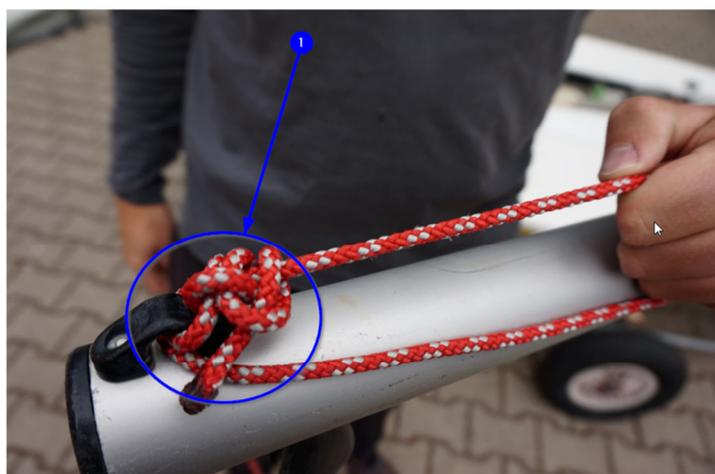

Abb. 19 – Unterliekstrecker hinter dem Beschlag befestigen
1. Den Unterliekstrecker mit zwei halben Schlägen am anderen Ende mit dem zurückführenden Teil des Streckers verbinden (vgl. **Abb. 19 – Punkt 1**)